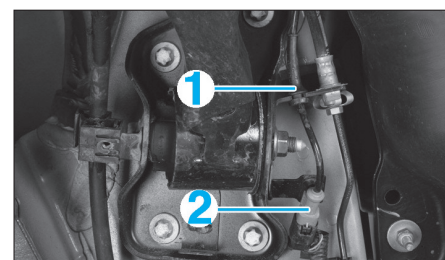

FIG. 31
- Débrancher le connecteur (2) (Fig.31).
- Dégrafer le faisceau (1) du capteur de roue du train arrière.